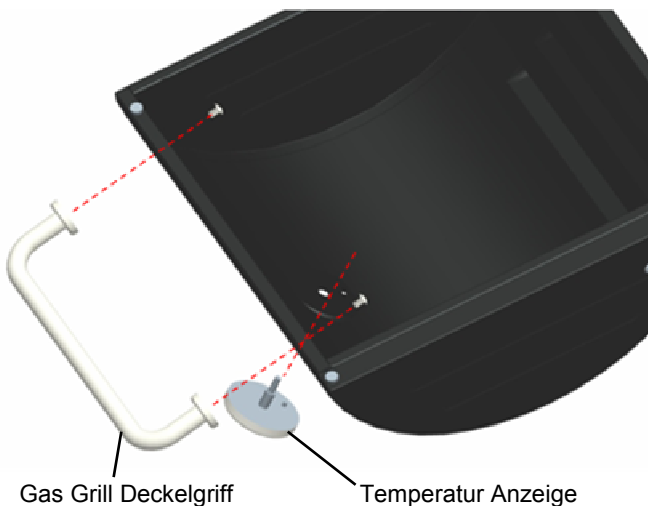

Fig.13A
Wie abgebildet in Fig. 13A und lösen Sie die Schraubenmutter von der Temperatur Anzeige. Schieben Sie Temperatur Anzeige in das vorgesehene Loch am Deckel. Befestigen Sie die Temperatur Anzeige in der richtigen Position mit der vorgängig abgenommen Schraubenmutter. Befestigen Sie den Gas Grill Deckelgriff mit (2) M6x15 Kreuzkopfschrauben wie in Fig. 13A abgebildet.